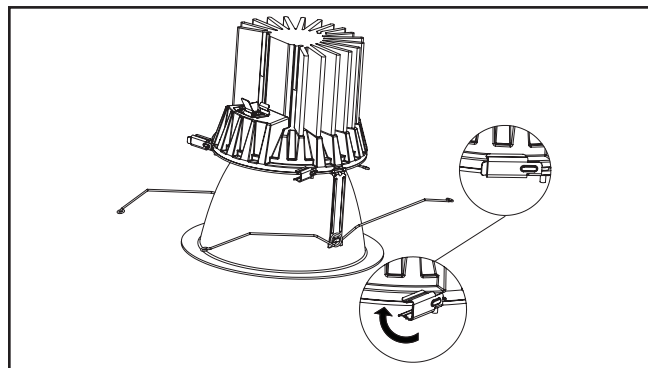

Figure 11.
3. Faites pivoter les fixations latérales (3) en place pour fixer fermement l'assemblage de la garniture au moteurgénérateur de lumière à DEL. (Figure 11).